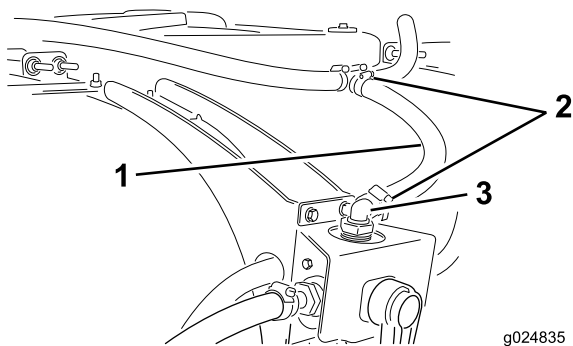

Figura 30
3. Instale la manguera en el extremo abierto del acoplamiento en T instalado anteriormente (Figura 30).